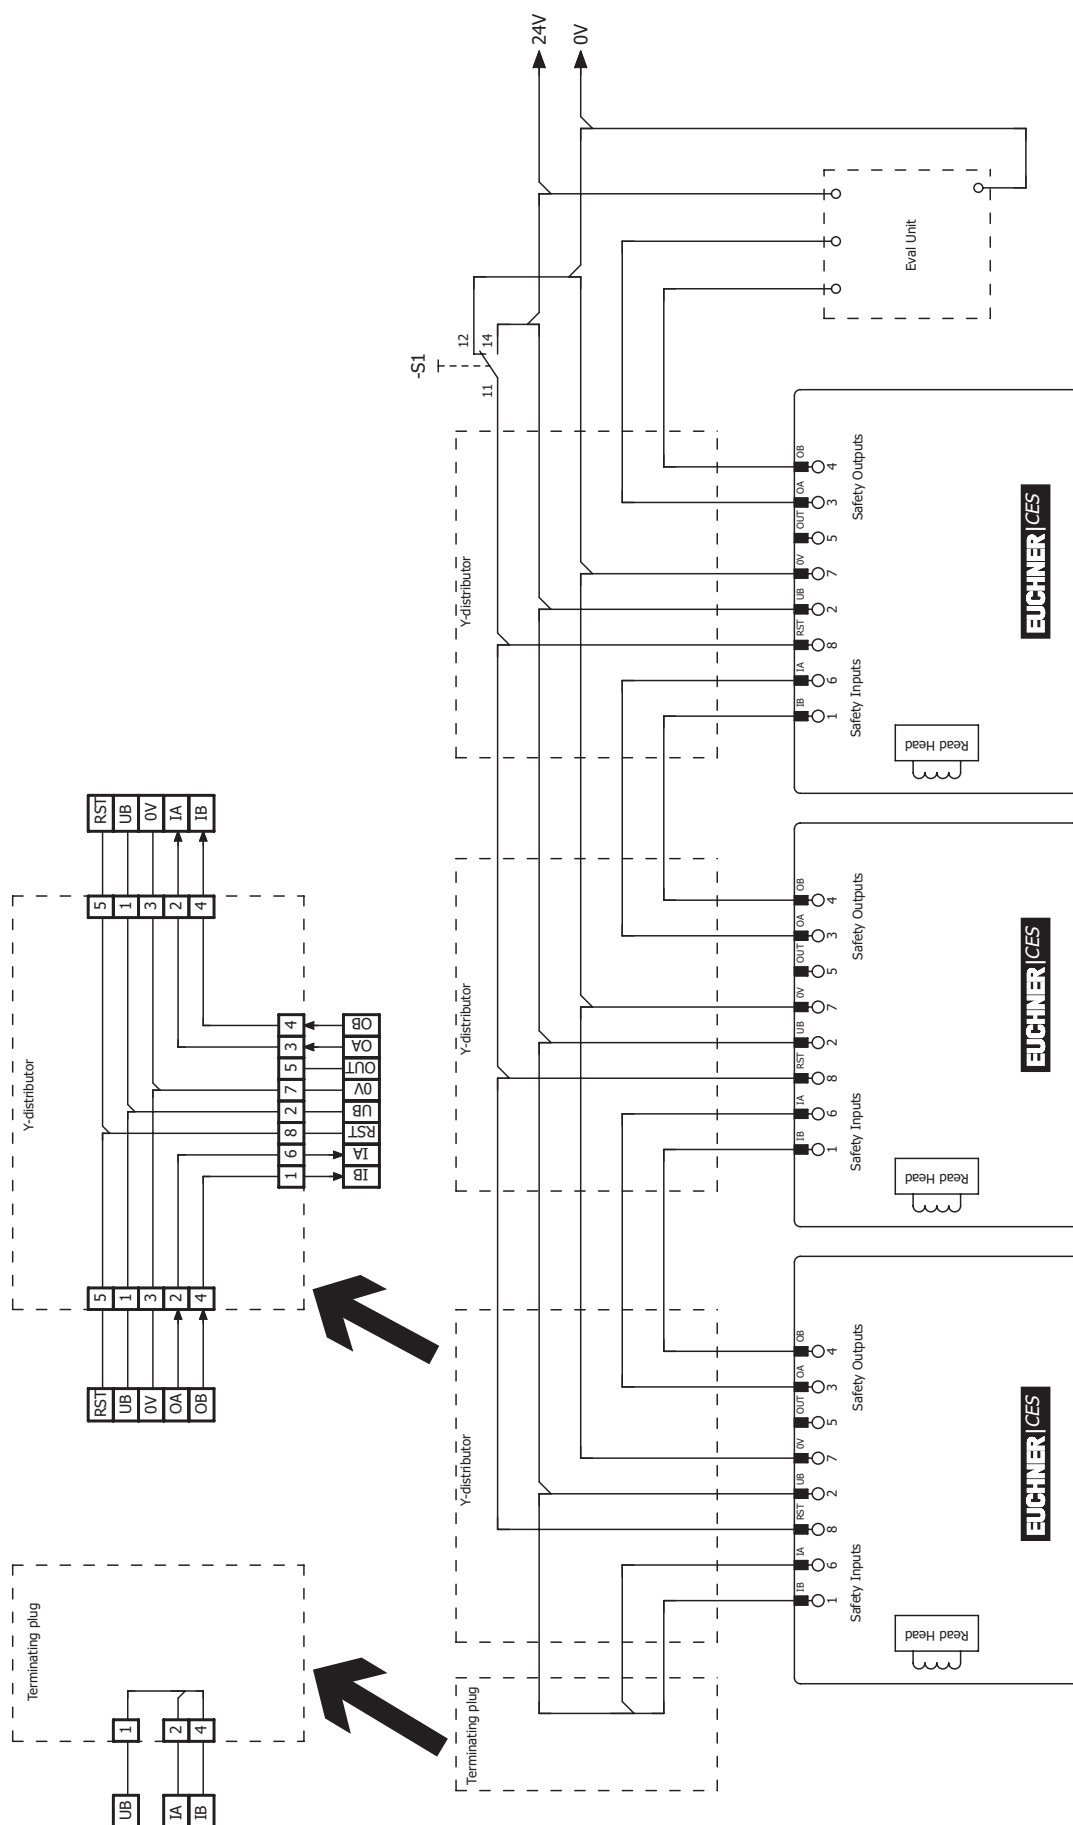

Figure 4 : Exemple de raccordement pour montage en série avec réinitialisation et inverseur
- Il faut utiliser un signal commun pour tous les interrupteurs en série. Cela peut être un inverseur ou encore la sortie d'une commande / d'un automate. Un bouton ne convient pas car la réinitialisation en cours de fonctionnement doit toujours être sur GND (voir l'interrupteur S1 sur la *Figure 4 à la page 17*).
Pour que cela soit possible, l'entrée RST doit être connectée comme indiqué sur la *Figure 4* à la page 17.